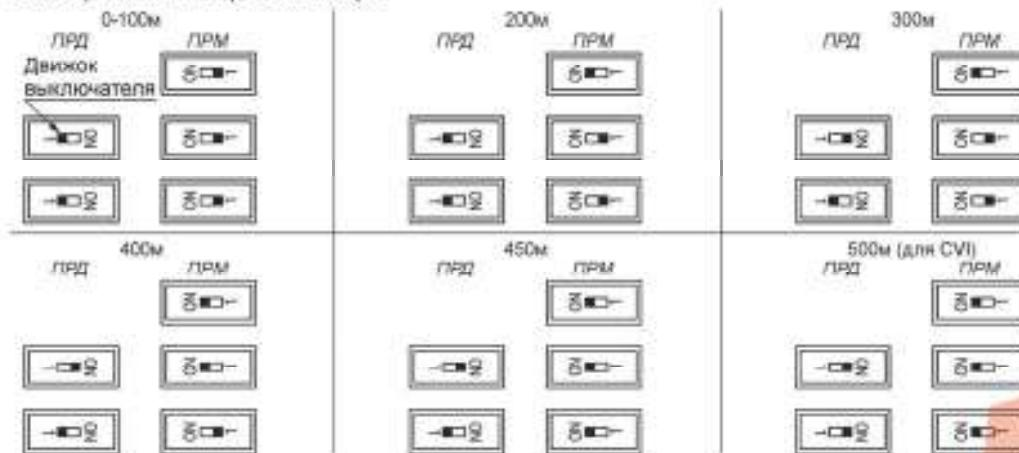

Рис.6 Выбор дальности переключателями дальности (на задней стенке корпуса)
- Положение переключателей передатчика и приемника для разных дальностей показано на рис.6.